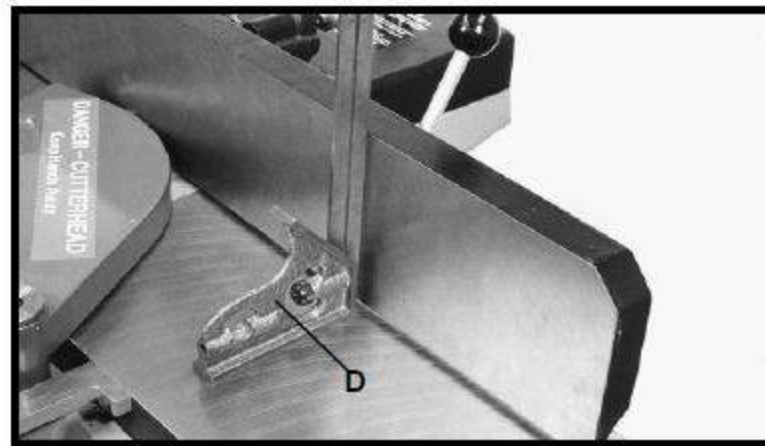

Рис. 31
2. Угольником (D), рис. 31, проверить положение параллельного упора под углом  $90^\circ$  к столу, как показано на рисунке.